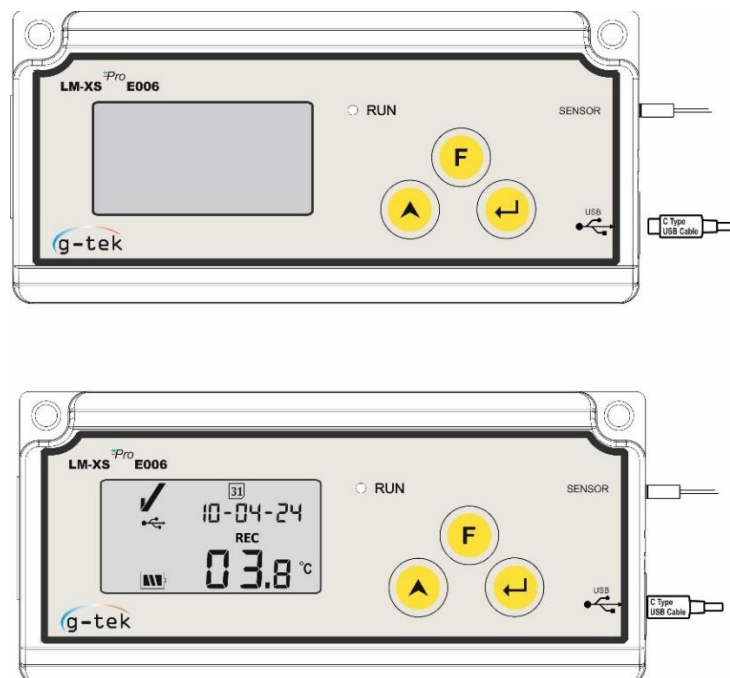

Figura 21 Conexión micro USB
- Conecte el registrador de datos LM-XSPro E006 a la PC a través del cable USB, como se muestra en la figura 21.